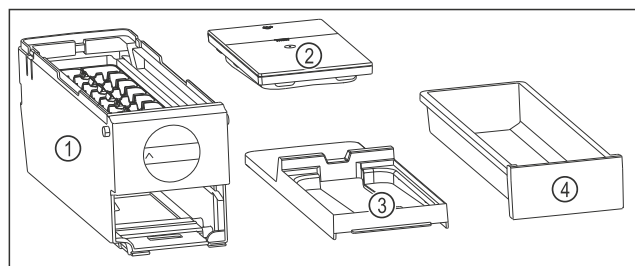

Fig. 138 Составные части EasyTwist-Ice
- EasyTwist-Ice разобран на четыре части. (см. Fig. 138)
- Разбирайте EasyTwist-Ice только на составные части, представленные на рисунке. (см. Fig. 138)
- Очищайте корпус EasyTwist-Ice Fig. 138 (1) как цельное устройство.